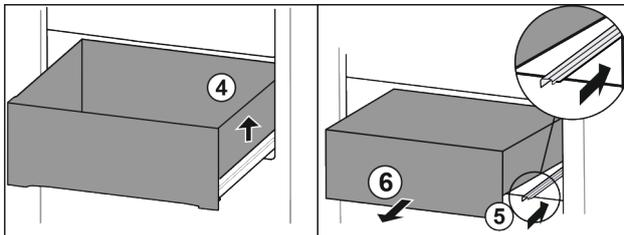

Fig. 63
- ▶ Levante el cajón por la derecha. Fig. 63 [4]
- ▶ Retraiga la guía derecha. Fig. 63 [5]
- ▶ Extraiga el cajón hacia delante. Fig. 63 [6]